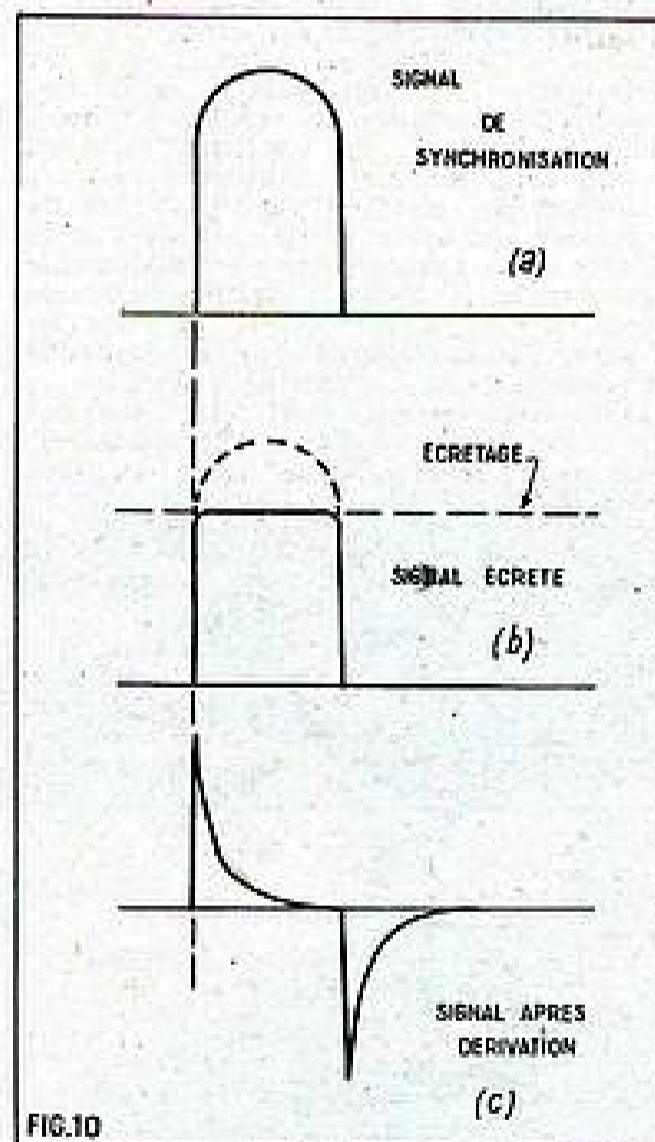
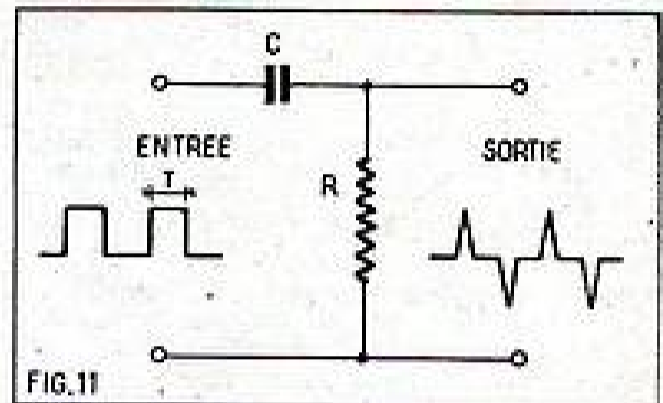

FIG. 10. — a) signal de synchronisation, b) signal écorché, c) signal après dérivation.
FIG. 11. — Le produit CR doit être au moins de 5 à 10 fois plus petit que le T .
Supposons que nous disposions d'un signal de synchronisation comme sur la figure 10, en a. Il sera impossible d'obtenir
Pour cela, on pourra, par exemple, amplifier le signal et l'écrêter sévèrement. Cela nous donnera le résultat indiqué figure 10 b.
Il s'agit simplement d'un ensemble capacité-résistance disposé comme sur la figure 11. Si la constante de temps (CR) est au moins cinq fois plus petite que la largeur du signal, on obtient le résultat indiqué en figure 10 c. Le signal rectangu-